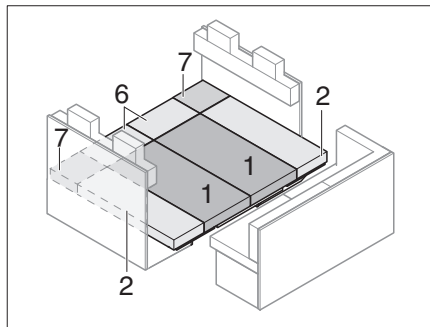

Fig. 194 Después de la transformación
- Colocar cojín del asiento, cojín del respaldo y cojín adicional como se muestra en Fig. 194.